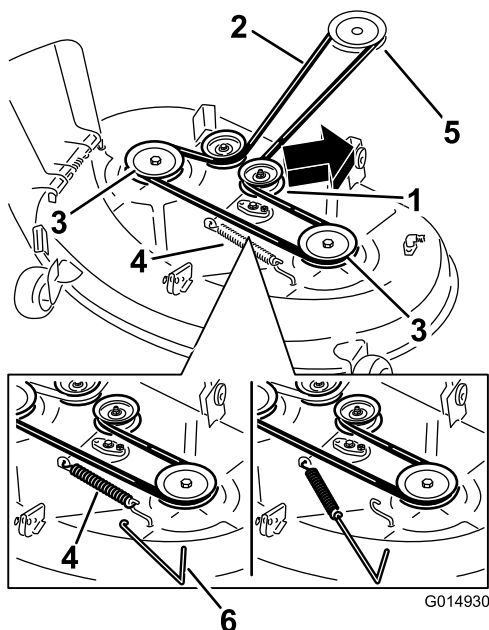

Figura 45
tensión de la polea tensora, y retire la correa de las poleas (Figura 45).
6. Pase la correa nueva alrededor de las poleas del motor y del cortacésped (Figura 45).
7. Usando una herramienta para la retirada de muelles (Pieza Toro N° 92-5771), instale el muelle tensor sobre el gancho de la carcasa y tense la polea tensora y la correa (Figura 45).